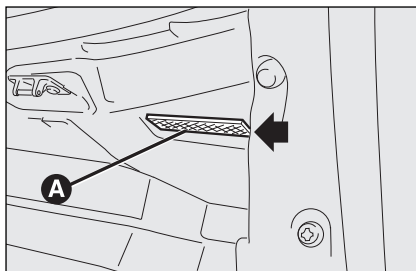
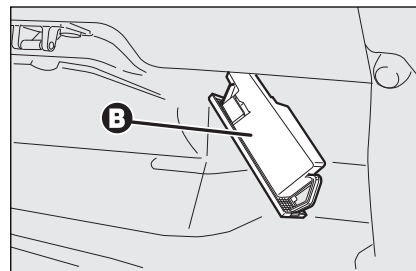

fig. 48
fig. 49
- maak de lichtunit **A-fig. 48** op het door de pijl aangegeven punt los;
- plaats de bescherming **B-fig. 49** omhoog en vervang de geklemd gemonteerde lamp;
- sluit de bescherming **B-fig. 49** op het plafondlampje **A-fig. 48**;